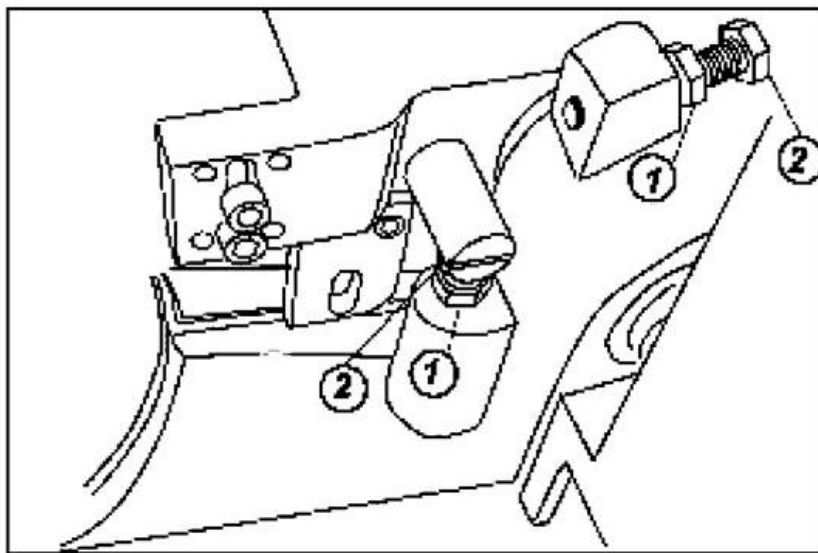

Fig.11
- ✓ slăbiți piulița hexagonală (1 fig 11)
- ✓ înșurubați sau scoateți șurubul hexagonal (2 fig 11) pentru reglaj.